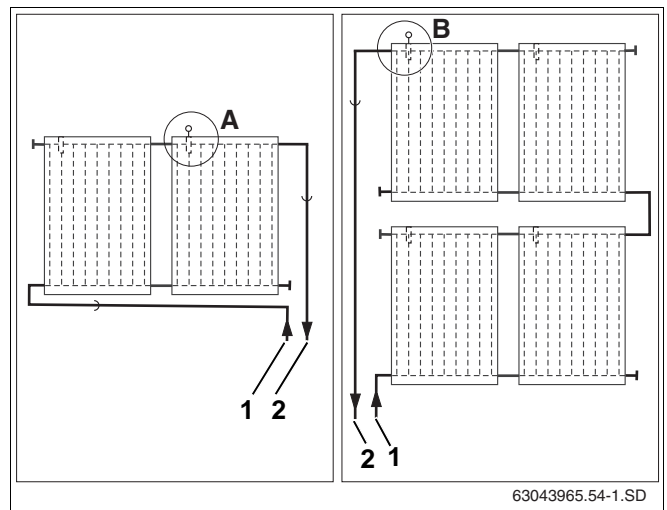

Fig. 50 Monteringssted solfangerføler (skematisk visning)
Bemærk monteringsstedet ved solfangersystemer i en eller to rækker (fig. 50).
Solfangerføleren skal monteres i solfangeren med den tilsluttede fremløbsledning (fig. 50, **pos. 2**).
- Monteringssted (fig. 50, **pos. A**) ved solfangersystemer i én række med fremløbsledning til højre.
- Monteringssted (fig. 50, **pos. B**) ved solfangersystem i to rækker med fremløbsledning til venstre.